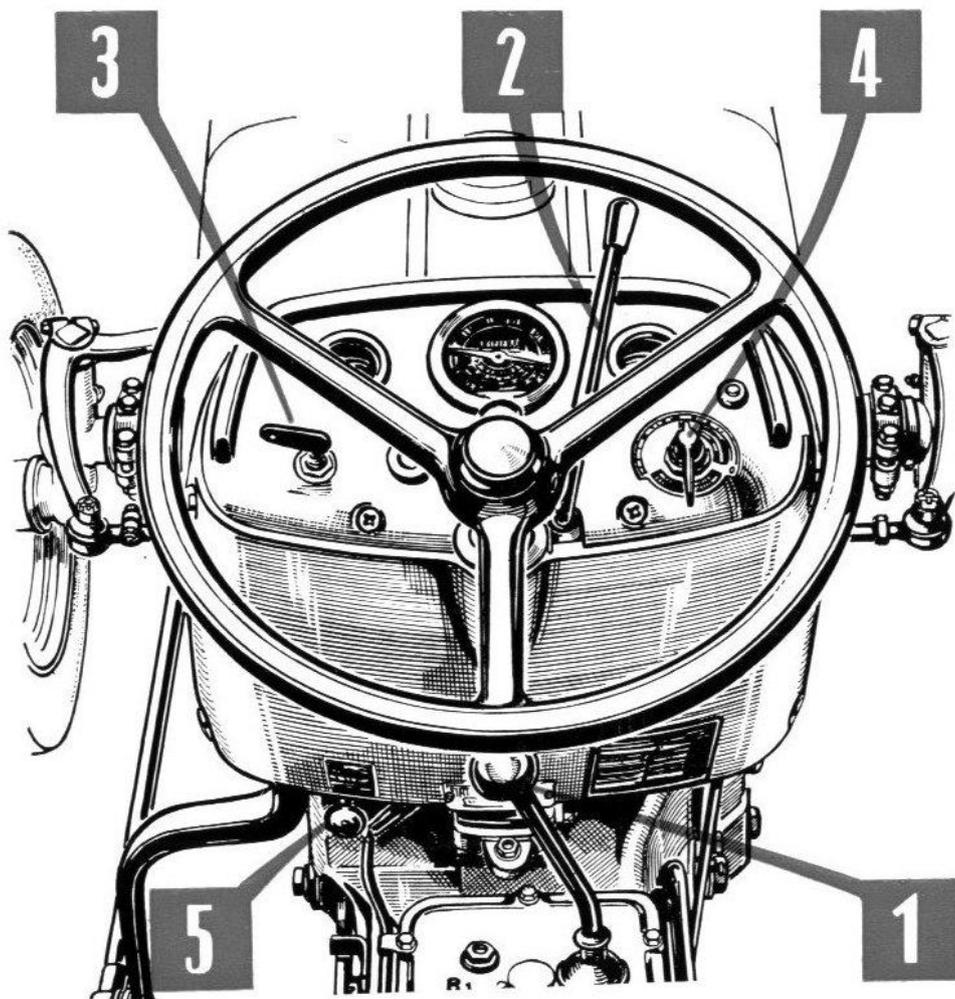

FIG. 10
- 2° Vérifier que le levier de vitesses (**1 fig. 10**) est au point mort.
- 3° Amener la manette d'accélération (**2 fig. 10**) à mi-course.
- 4° Engager la clé du contacteur général (**3 fig. 10**) et la faire pivoter au 1^{er} cran. Le voyant de charge des batteries doit s'allumer.
- 5° Déplacer la manette du commutateur de démarrage (**4 fig. 10**) dans la position « mise en circuit des bougies ». Maintenir fermement la manette dans cette position pendant **60 secondes environ**.
- 6° Pousser à fond le bouton (**5 fig. 10**) de la commande d'enrichissement de débit de la pompe d'injection.
- 7° Mettre en route le moteur électrique de démarrage en déplaçant la manette du commutateur à fond (**4 fig. 10**) de course dans la position « **LANCEMENT** ».
Pour mettre le moteur en marche lorsqu'il est encore chaud, il suffit de porter à fond de course la commande de l'accélérateur, d'amener la clé du contacteur général (**3 fig. 10**) au premier cran et de mettre en marche directement le moteur électrique de démarrage, sans réchauffer préalablement.
- 1° Amener le levier de l'accélérateur (**2 fig. 10**) à mi-course.
- 2° Pousser à fond la pédale d'embrayage et porter le levier de changement de vitesses (**1 fig. 10**) dans la position correspondant à la vitesse d'avancement choisie (**fig. 7**).
- 1° Tirer à fond le bouton de commande de la pompe d'injection (**5 fig. 10**) ; par cette opération on arrête le débit de la pompe d'injection et, en conséquence, le moteur.